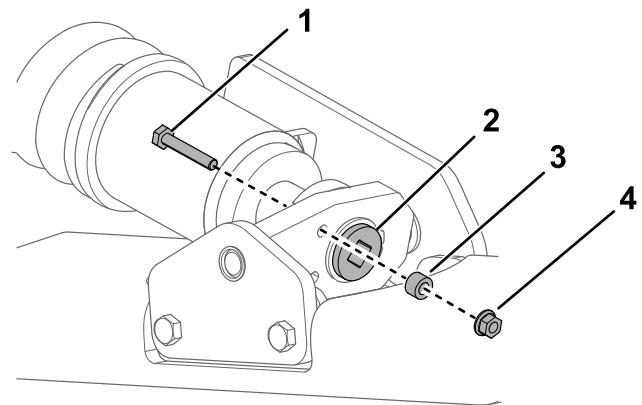

Figura 57
6. Alinee la muesca más próxima del tornillo tensor con el taladro del perno de bloqueo, y fije el tornillo con el perno de bloqueo y la tuerca (Figura 57).
4. Retire el perno de bloqueo, el espaciador y la tuerca (Figura 57).
7. Retire el perno de bloqueo, el espaciador y la tuerca (Figura 57).
8. Usando una llave de carraca de $\frac{1}{2}$ ", alivie la tensión en la oruga girando el tornillo tensor en sentido horario (Figura 57 y Figura 61).